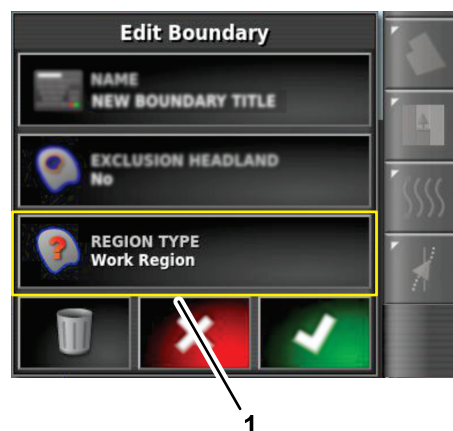

Figure 61
1. Dans la boîte de dialogue Modifier une limite, appuyez sur l'icône TYPE DE ZONE (Figure 61).